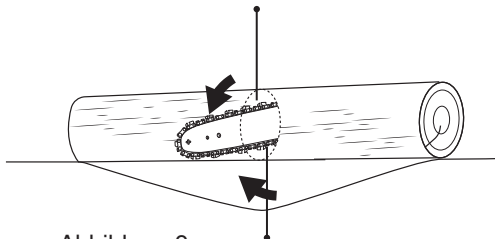

Abbildung 9
- Wenn der Stamm an beiden Enden aufliegt, sägen Sie zuerst von oben etwa ein Drittel des Stammdurchmessers ein. Anschließend führen Sie einen zweiten Schnitt von unten aus – etwa zwei Drittel des Durchmessers – bis er auf den oberen Schnitt trifft. (Siehe Abbildung 9.)